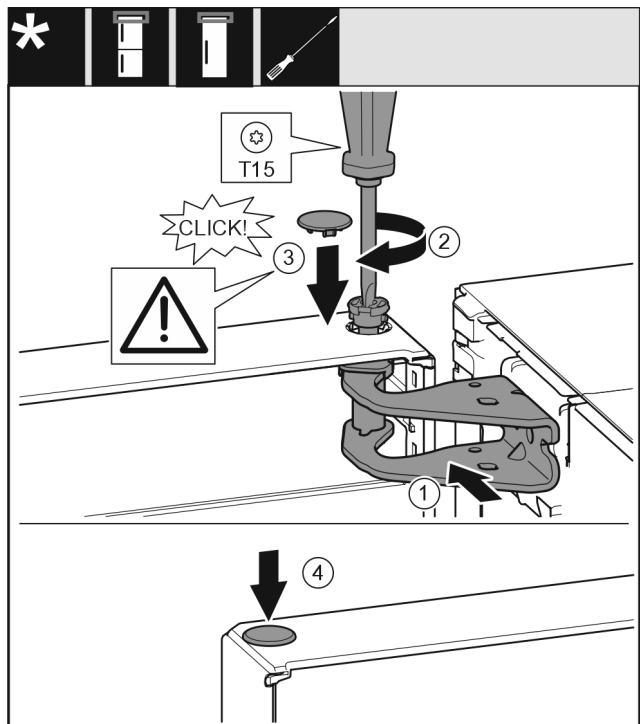

Fig. 23
- Rikta in dörren upptill så att den passar öppningen i lagerbocken. Fig. 23 (1)
- Sätt in stiftet Fig. 23 (2) och skruva fast med skruvmejseln.
- Montera säkringsskyddet Fig. 23 (3) som säkrar dörren: Sätt in säkringsskyddet och kontrollera att det ligger på dörren. Sätt annars in stiftet helt.
- Sätt in pluggen Fig. 23 (4).